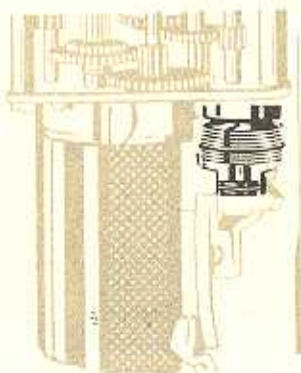

Abb. 7
- Beispiel 1: Vorlaufwerk läuft zu schnell, dann Federring für Regler 300.27 – 43/1–2 nach unten setzen (s. Abb. 7).
- Beispiel 2: Vorlaufwerk läuft zu langsam, dann Federring nach oben setzen, evtl. auch zweiten Federring verwenden (s. Abb. 7).